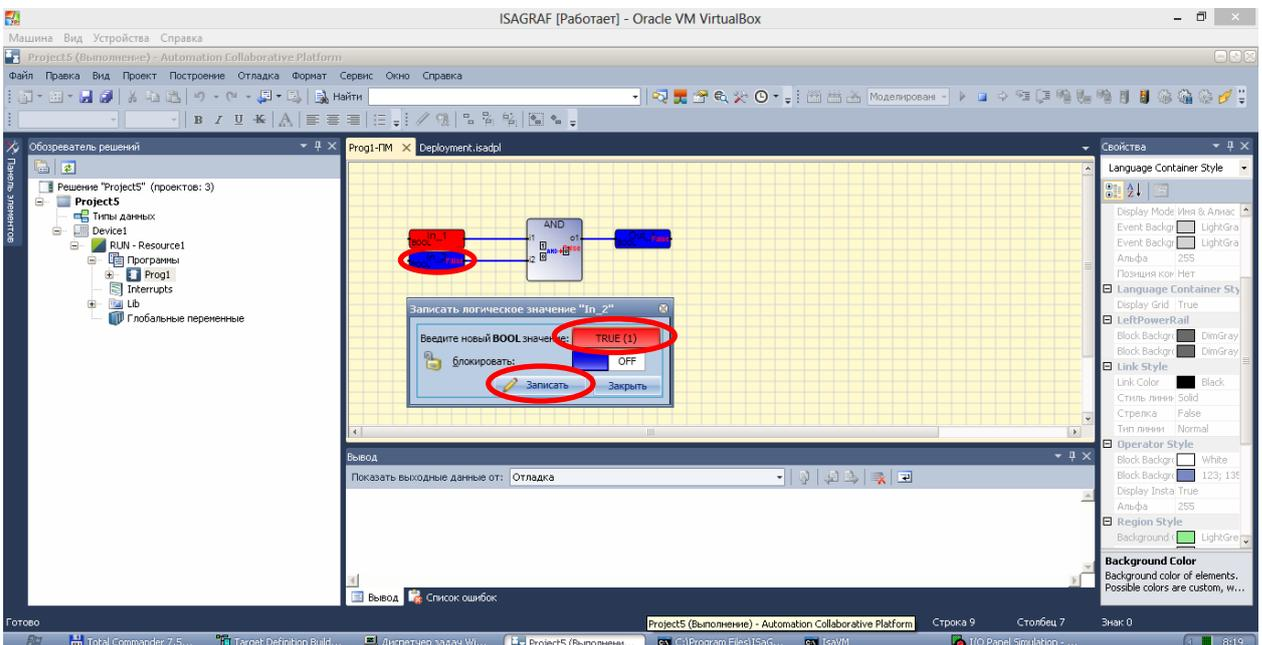

Рисунок 11. Отладка программы.
- 13) Изменим значения переменных In\_1 и In\_2 на «true» (двойной клик по переменной, изменяем с «false» на «true» и нажимаем «Записать»). После проделанных действий переменная Out\_1 должна принять значение «true» (рисунок 11).